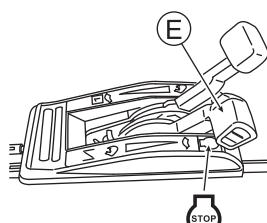

Fig. 19
- Pour interrompre la tonte à mi-chemin ou pour finir la tonte, remettez le levier d'embrayage (B) et le levier d'embrayage de la lame (C) en position initiale, puis placez la manette des gaz (E) en position "STOP" pour arrêter le moteur. (Voir Fig. 19)